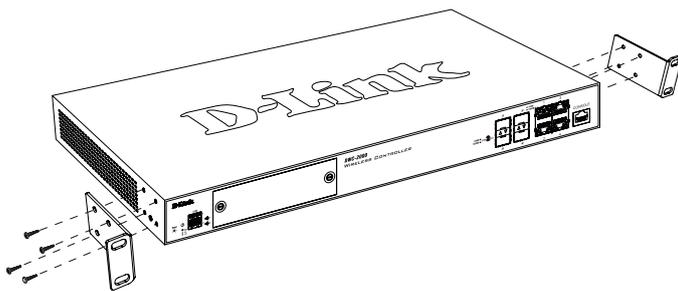

Figura 5. Soportes de montaje
1. Acople los soportes de montaje a cada lado del chasis, como se muestra en la **figura 5** y fíjelos con los tornillos suministrados.